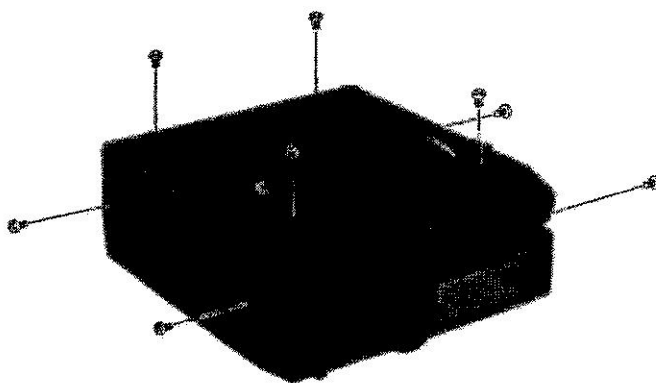

Рис. 1: Удаление нижней крышки
- Установите устройство вверх ногами на рабочую поверхность задней стороной к себе и открутите восемь винтов, крепящих нижнюю крышку (рис. 1). Затем снимите нижнюю крышку.